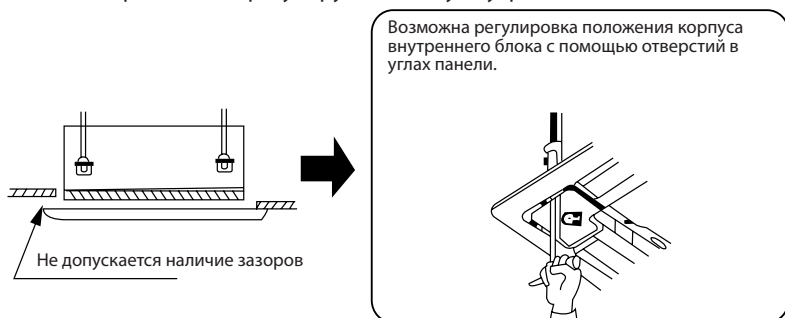

Рис. 29
3. Если после затяжки винтов между потолком и декоративной панелью все еще остается зазор, заново отрегулируйте высоту внутреннего блока (Рис. 29).